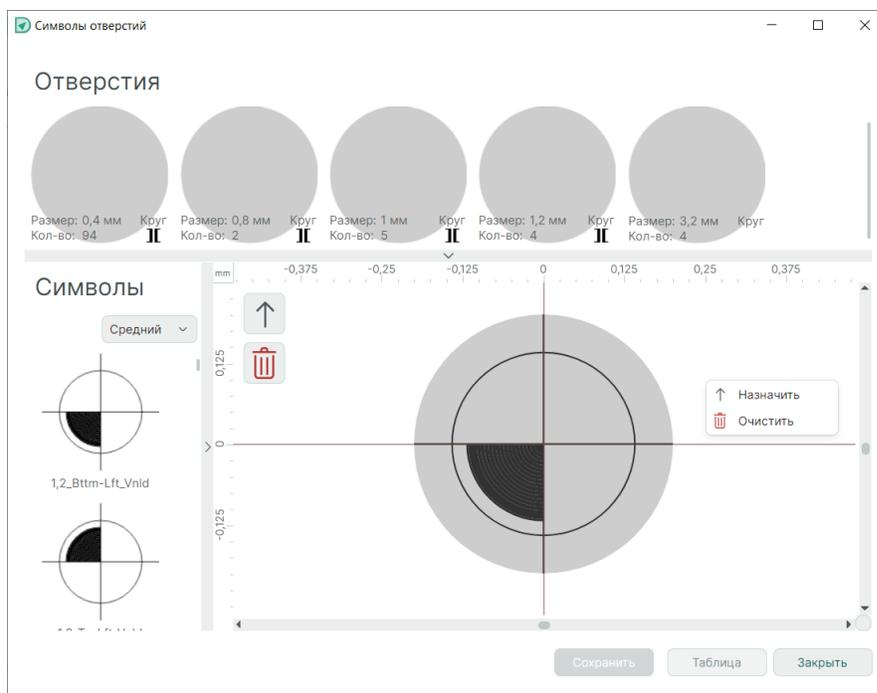

Рис. 105 Назначение символов отверстиям
2. В открывшемся окне назначьте символы отверстиям, подробнее описано в разделе «Размещение таблицы сверловки в редакторе печатных плат», см. Рис. 105.